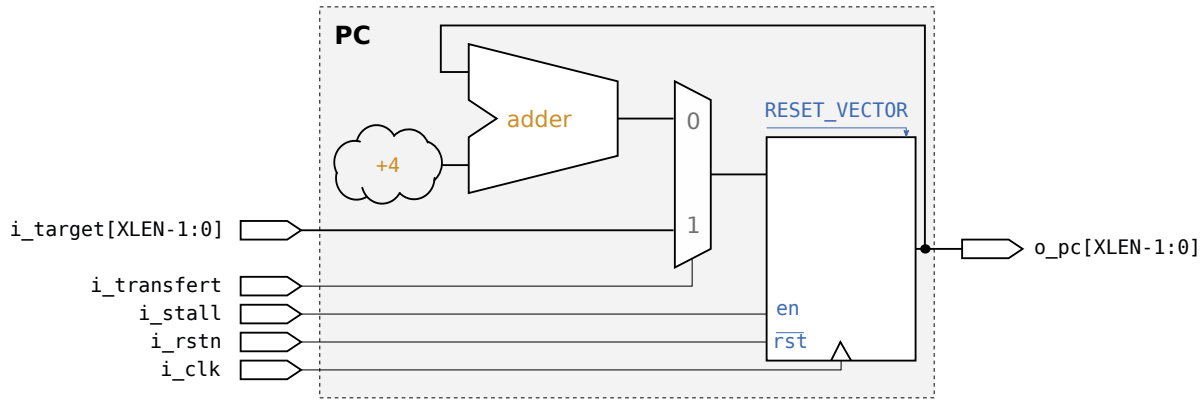

FIGURE 16 – Module *Compteur Programme* (PC)
Le rôle du module *Compteur Programme* (PC) dans le *mini-riscv* consiste à gérer le bus d'adresse de la mémoire d'instruction. La sortie du compteur programme pointe toujours vers l'adresse en mémoire de la prochaine instruction à exécuter. Il comporte deux paramètres génériques : `RESET_VECTOR` et `XLEN`. Par défaut, `XLEN = 32`, et `RESET_VECTOR = 16#00000000#`. La FIGURE 16 montre le schéma de principe du *compteur programme*, et la SOURCE 5 montre son interface VHDL.